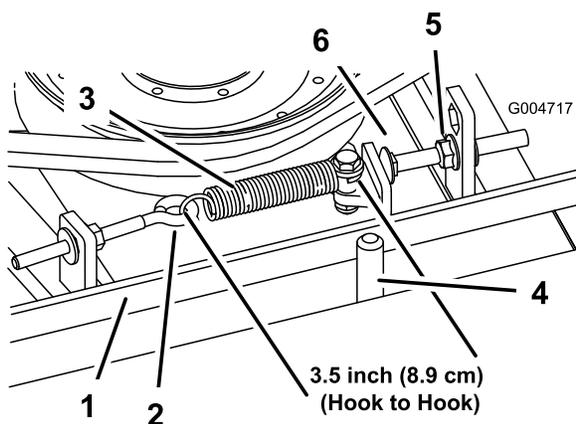

Figure 69
Lorsque le ressort d'extension est correctement tendu, l'intérieur doit mesurer (d'un crochet à l'autre) environ 9 cm \pm 6 mm. Lorsque le ressort est correctement tendu, ajustez le boulon de butée (boulon de carrosserie) jusqu'à obtention d'un jeu d'environ 0,32 cm \pm 0,15/0,0 cm entre la tête du boulon et le bras de la poulie de tension (Figure 69).
Remarque: La courroie doit être placée du côté ressort du guide (Figure 69).
- Desserrez le boulon à œil pour pouvoir enlever le ressort d'extension (Figure 69).
- Desserrez l'écrou à embase qui fixe le boulon de butée à la patte de montage. Reculez l'écrou suffisamment pour que le bras de renvoi passe le boulon de butée (Figure 69). Éloignez la poulie de tension de la courroie pour détendre cette dernière.
- Raccrochez le ressort d'extension (Figure 69) au boulon à œil et tendez la courroie comme suit :